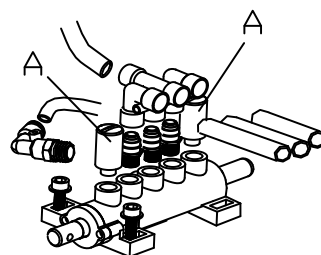

图 20
- 2、松开卡爪夹紧脚踏和压胎铲开/合脚踏上的相关阀体消声器 (A);
- 3、用压缩空气清洁消声器上的污物,若已损坏,参见备件表更换。(图 20)